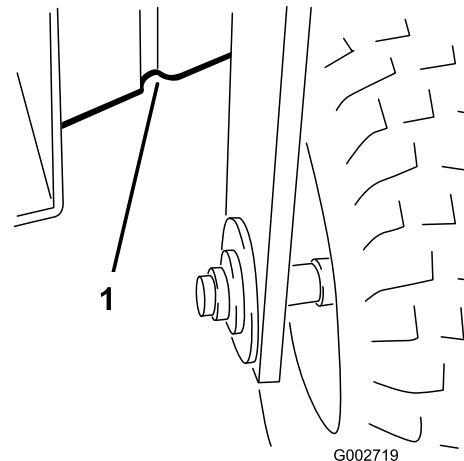

Bild 18
- Vorne: Unter dem Rahmen hinter dem Vorderrad (Bild 18).